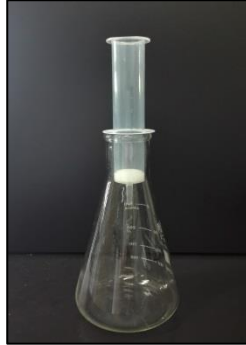

图 3 移除 Filter 后的 Column 示意图
9. 将步骤 6 离心后的上清液倒入 MidiEF DNA Column 中，小心操作，避免倒入沉淀，待溶液完全流出后，移除 MidiEF DNA Column 中的 Filter（如图 3 所示）；